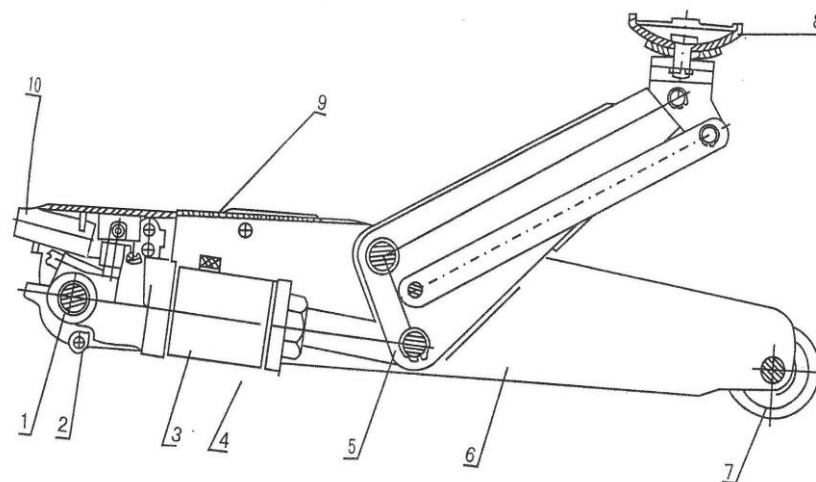

Рис. 4
* - позиция по схеме сборки (Рис. 4)